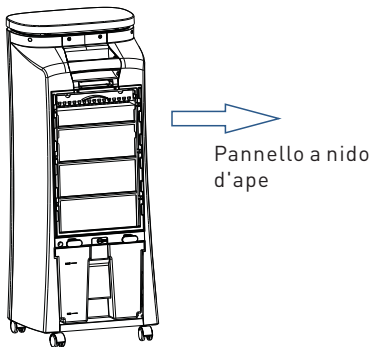

Fig 2
- 2. Estrarre il pannello a nido d'ape e pulirlo assieme alla griglia posteriore(Fig 2).